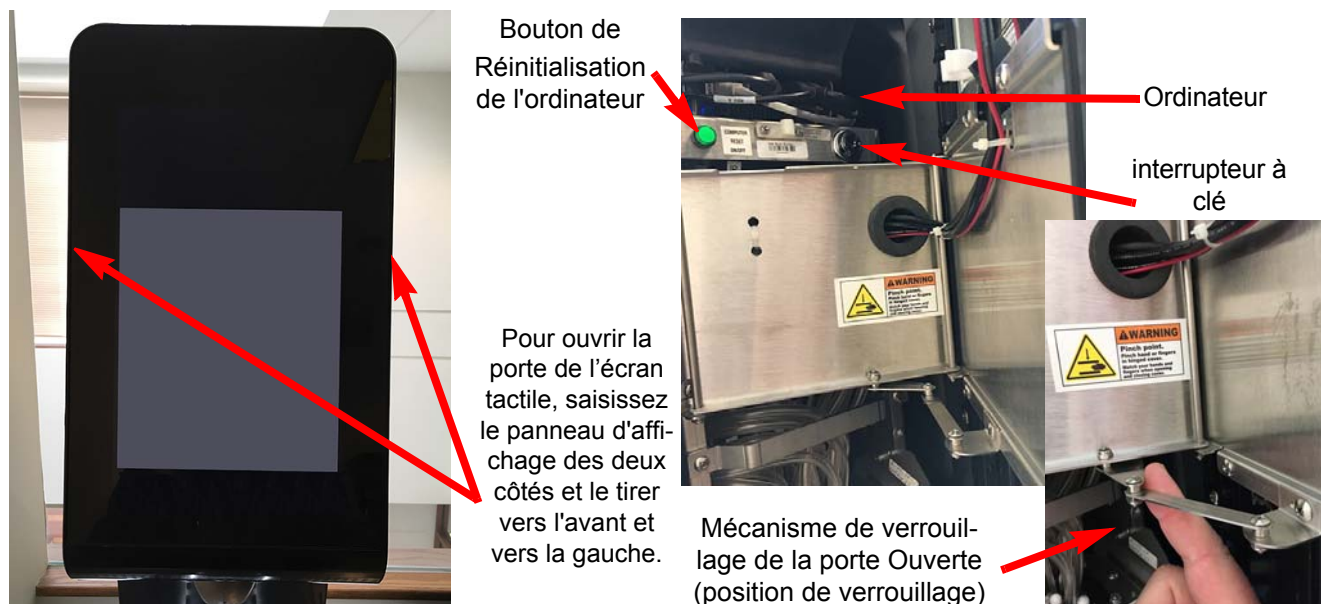

Figure 10.
2. Si l'écran ne s'allume pas, ouvrir la porte de l'écran tactile en mettant les deux mains sur l'écran d'affichage, puis tirer vers l'avant (Voir Figure 10, à gauche).
3. Avec la porte en position à 90 °, trouver, puis retirer le mécanisme de verrouillage de porte ouverte (voir Figure 10 en bas à droite) pour stabiliser la porte ouverte. Ensuite, déplacer le panneau d'affichage vers la gauche, loin de l'unité.
4. Avec la porte ouverte, à l'intérieur de l'appareil, trouver l'**interrupteur à clé** et le mettre en position Marche (ON). (Voir Figure 10 au milieu). Si l'unité ne s'allume pas, voir la section «Dépannage» de la page 42.